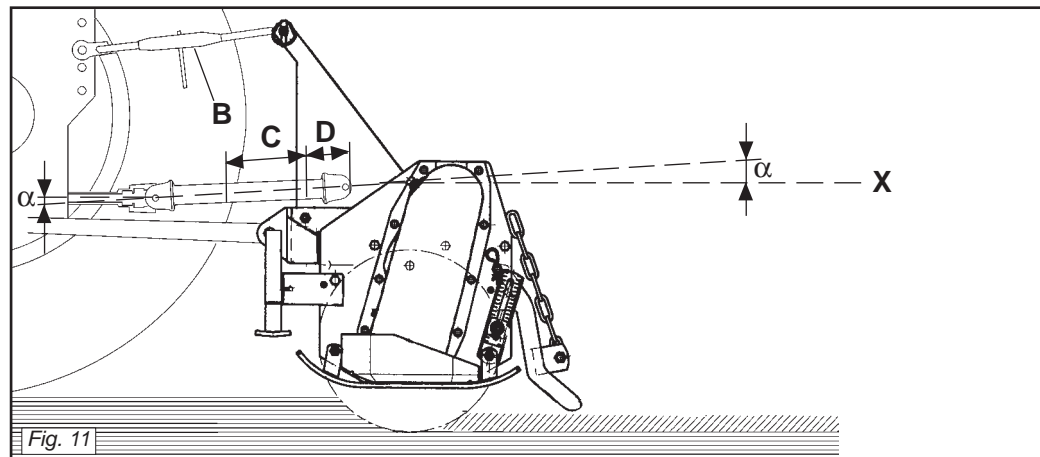
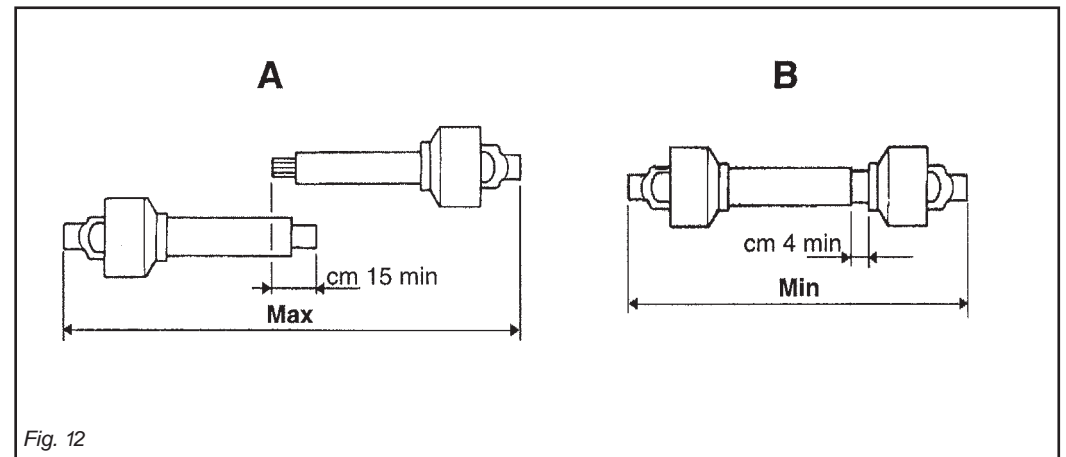

Fig. 11
Fig. 12
Per fare ciò aumentare o diminuire la lunghezza della barra superiore dell'attacco (B Fig. 11) in modo da portare l'asse (X Fig. 11) della ghiera scanalata della scatola parallela al suolo.
To achieve this, increase or decrease the length of the top bar of the hitch (B Fig. 11) so as to set the axis (X Fig. 11) of the housing's grooved ring nut parallel to the ground.
Pour obtenir cette condition augmenter ou diminuer la longueur de la barre supérieure de l'attelage (B Fig. 11) de manière à ce que l'axe (X Fig. 11) de la bague cannelée de la boîte soit parallèle au sol.
Um dies zu erhalten, die Länge der oberen Kupplungsstange (B Abb. 11) erhöhen oder verringern, bis die Achse (X Abb. 11) der Keilmutter des Gehäuses parallel zum Boden steht.
Para ello aumentar o disminuir la longitud de la barra superior del enganche (B Fig. 11) en modo de llevar el eje (X Fig. 11) de la tuerca ranurada de la caja paralela al terreno.
- I due angoli (α Fig. 11) formati dalle assi delle forcelle e l'asse dei tubi scorrevoli saranno uguali e non dovranno superare i 10°.
- La copertura (C Fig. 11) dei tubi scorrevoli deve essere di 15 cm minimo (Fig. 12).
- I due tubi dell'albero di trasmissione a cardano non si devono ricoprire completamente, una corsa di sicurezza (D Fig. 11) di 4 cm minimo deve sussistere.
- Gli angoli (α Fig. 11) dei cardani non devono essere superiori a 40° (Fig. 11).
- The two angles (α Fig. 11) formed by the fork axes and the axis of the sliding tubes will be equal and must not exceed 10°.
- The sliding tubes (C Fig. 11) must overlap by at least 15 cm (Fig. 12).
- The two tubes of the driveline shaft must not fully overlap. There must always be a safety travel (D Fig. 11) of at least 4 cm.
- The angles (α Fig. 11) of the drivelines must not exceed 40° (Fig. 11).
- Die beiden Winkel (α Abb. 11), die aus den Achsen der Gabeln und der Achse der Gleitrohre bestehen, müssen gleich groß sein und dürfen auf keinen Fall größer als 10° sein.
- Die Überdeckung (C Abb. 11) der Gleitrohre muss mindestens 15 cm ausmachen (Abb. 12).
- Die beiden Rohre der Gelenkwelle dürfen sich nicht ganz überdecken. Es muss noch einen Sicherheitshub (D Abb. 11) von mindestens 4 cm geben.
- Die Winkel (α Abb. 11) der Gelenkwellen dürfen nicht größer als 40° sein (Abb. 11).
- Les deux angles (α Fig. 11) formés par les axes des fourches et l'axe des tubes coulissants doivent être identiques et ne doivent pas dépasser 10°.
- La couverture (C Fig. 11) des tubes coulissants doit être au minimum de 15 mm (Fig. 12).
- Les deux tubes de l'arbre de transmission à cardans ne doivent pas se recouvrir complètement, il doit rester une course de sécurité (D Fig. 11) de 4 cm au minimum.
- Les angles (α Fig. 11) des cardans ne doivent pas être supérieurs à 40° (Fig. 11).
- Los dos ángulos (α Fig. 11) formados por los ejes de las horquillas y el eje de los tubos corredizos serán iguales y deberán superar los 10°.
- La cobertura (C Fig. 11) de los tubos corredizos debe ser como mínimo de 15 cm (Fig. 12).
- Los dos tubos del árbol de transmisión de cardán no se deben cubrir completamente, debe quedar una carrera de seguridad (D Fig. 11) de 4 cm como mínimo.
- Los ángulos (α Fig. 11) de los cardanes no deben ser superiores a 40° (Fig. 11).
Quando esso è inserito al massimo, il gioco minimo consentito deve essere di 4 cm. (Fig. 12).
When fully inserted, the minimum play must be 4 cm. (Fig. 12).
Quand il est entièrement rentré, le jeu minimum admissible doit être de 4 cm. (Fig. 12).
Wenn die beiden Teile ganz zusammengeschoben sind, muß das kleinstmögliche Spiel 4 cm ausmachen. (Abb. 12).
Quando está inserido al máximo, el juego mínimo permitido debe ser de 4 cm. (Fig. 12).